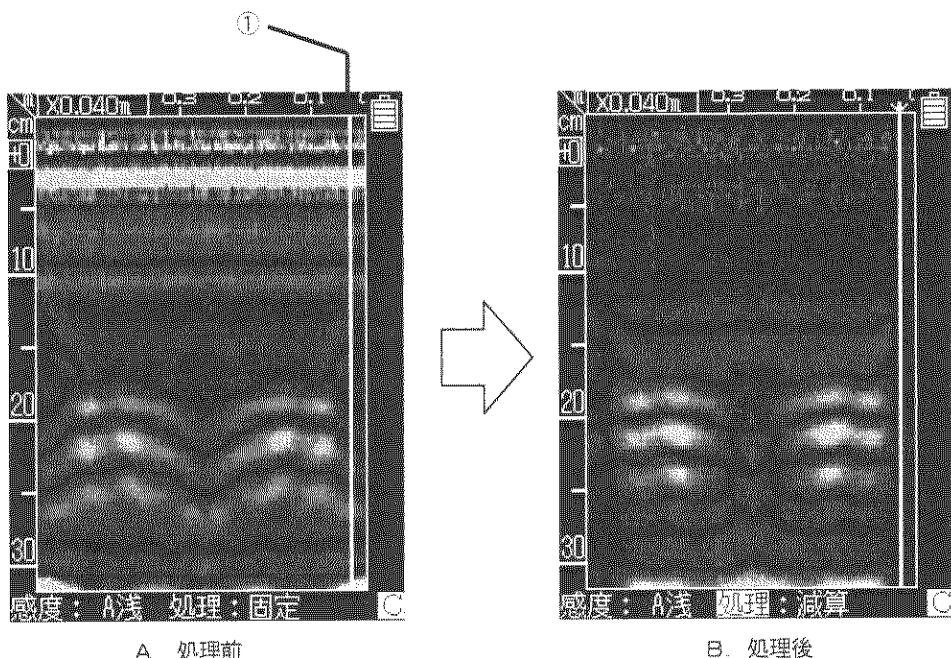

図3-21 減算処理
減算処理は、測定終了後の画面で、図3-21のAのように高深度領域の横縞状の反射波を取り除くために使用します。
- c) カーソルキー◀▶により無筋の所(図3-21のAの①)にカーソルを移動させ、反射波を選択します。
このときカーソルのあった位置に“↓”が表示されます。(図3-21のB参照)